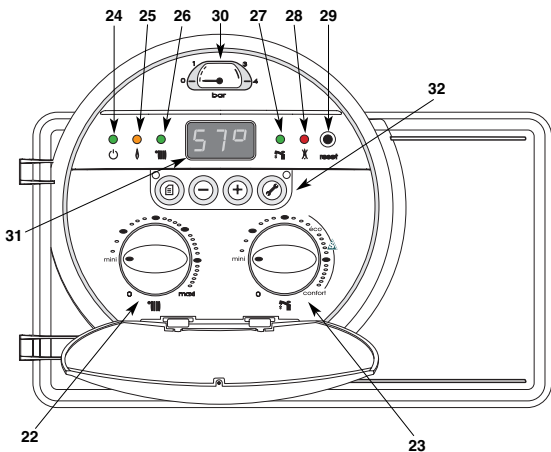

Fig.2
11. - boîtier électronique (fig. 2)